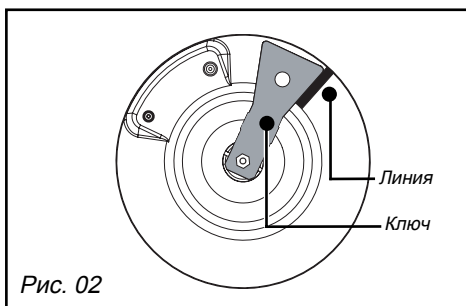

Рис. 02
- Начертите карандашом линию на пластинке конфорки в указанном месте (рис. 02)